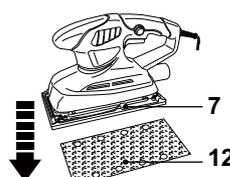

Fig. 2
- > Prenez le papier à poncer (12) par un coin et tirez dessus pour le retirer de la plaque de base (7) (Fig. 2).